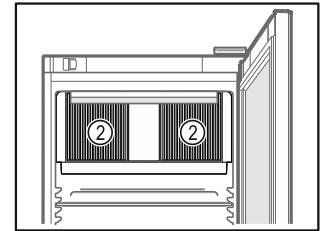

Fig. 64
- Διατηρείτε ελεύθερες τις σχισμές αερισμού Fig. 64 (2) του ανεμιστήρα στο εσωτερικό.